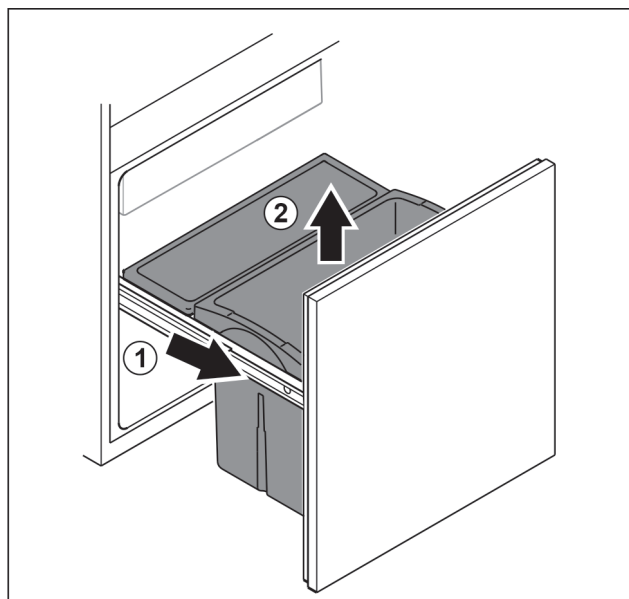

Fig. 102
- Dra ut utdragsvagn fram till stopp. Fig. 102 (1)
- Ta ut utdragslåda genom att dra den uppåt. Fig. 102 (2)